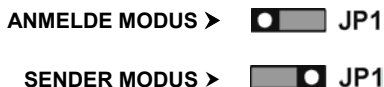

Abbildung 4: Modus Jumper Einstellung
8. Stellen Sie die Sirene in den Anmeldemodus, indem Sie den Modus Jumper (JP1) platzieren wie in Abbildung 4 abgebildet.
- Schalten Sie die Sirene auf Sendermodus indem Sie den Modus Jumper (JP1) einstellen wie in Abbildung 4, die Sirene versendet jedes Mal nach einigen Sekunden ein Signal.